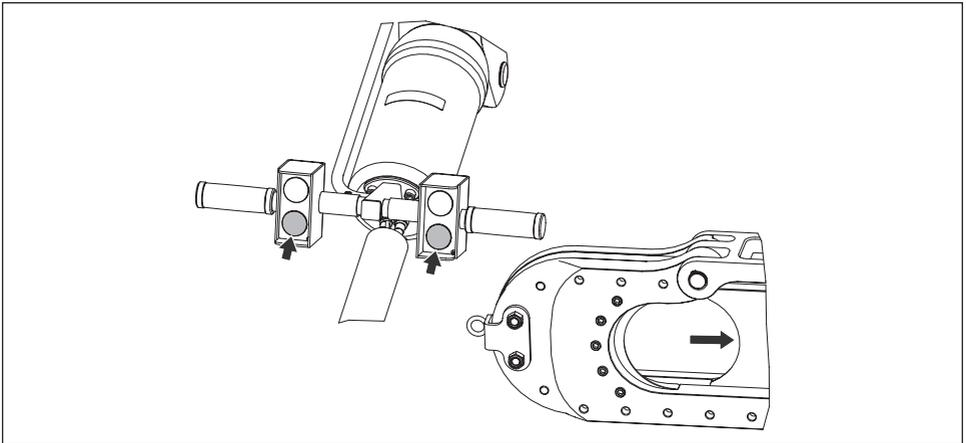

Abbildung 10, Betrieb - Einfahren
- Drücken Sie die beiden Druckschalter **Einfahren**, und halten Sie diese gedrückt, um den Kolben einzufahren und das bewegliche Messer zurückzuschieben. Siehe Abbildung 10.